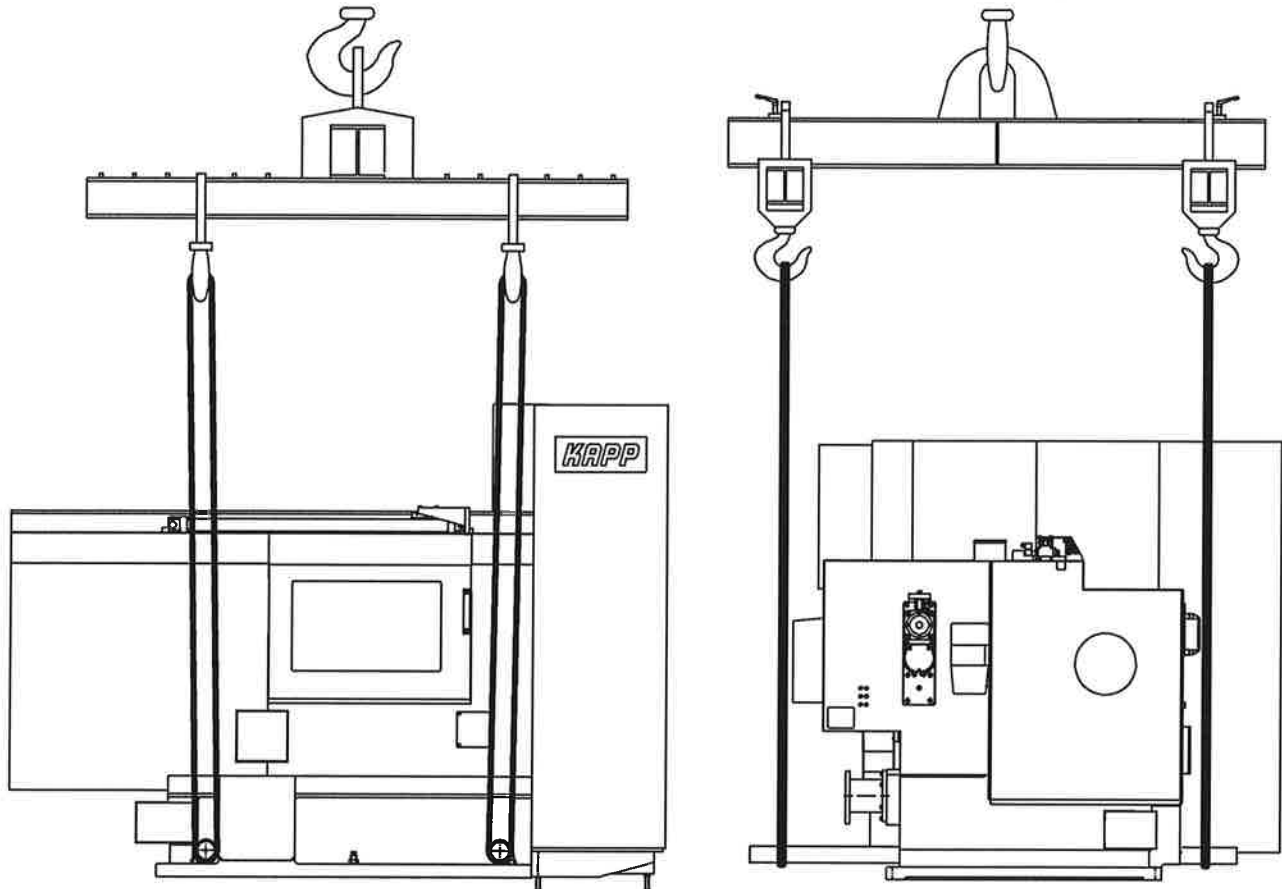

Abbildung 2: Transport der Schleifmaschine
- 1 Kranhaken-Geschirr bzw. Transport-Traverse – siehe Abbildung 2;